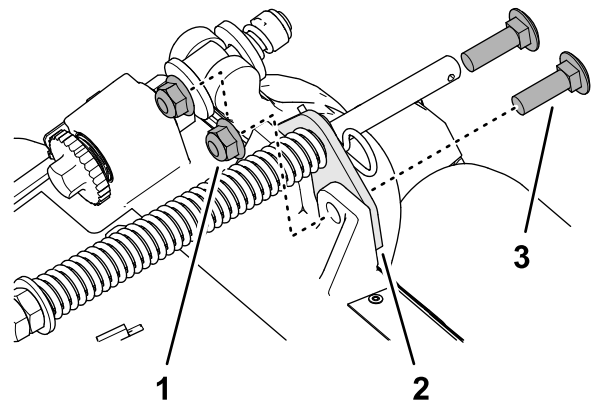

Figure 13
- Retirez les 2 contre-écrous à embase ( $\frac{3}{8}$  po) et 2 boulons de carrosserie ( $\frac{3}{8}$  x  $1\frac{1}{4}$  po) qui fixent le support du compensateur au cadre de l'unité de coupe (Figure 13).